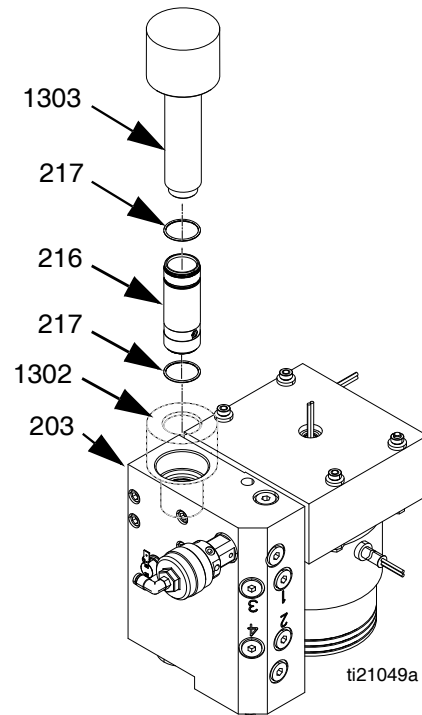

図 36
2. メスのシリンダー取り付け工具 (1302) を溶解装置のアウトレットマニホールド (203) に配置し、シールを鋭いネジから保護します。図 36 のように設置します。
3. オスのシリンダー取り付け工具 (1303) を使用して、シリンダー (216) を溶解装置のアウトレットマニホールド (203) に押し付けます。必要に応じて、ゴムハンマーを使用してはめます。図 36 のように設置します。